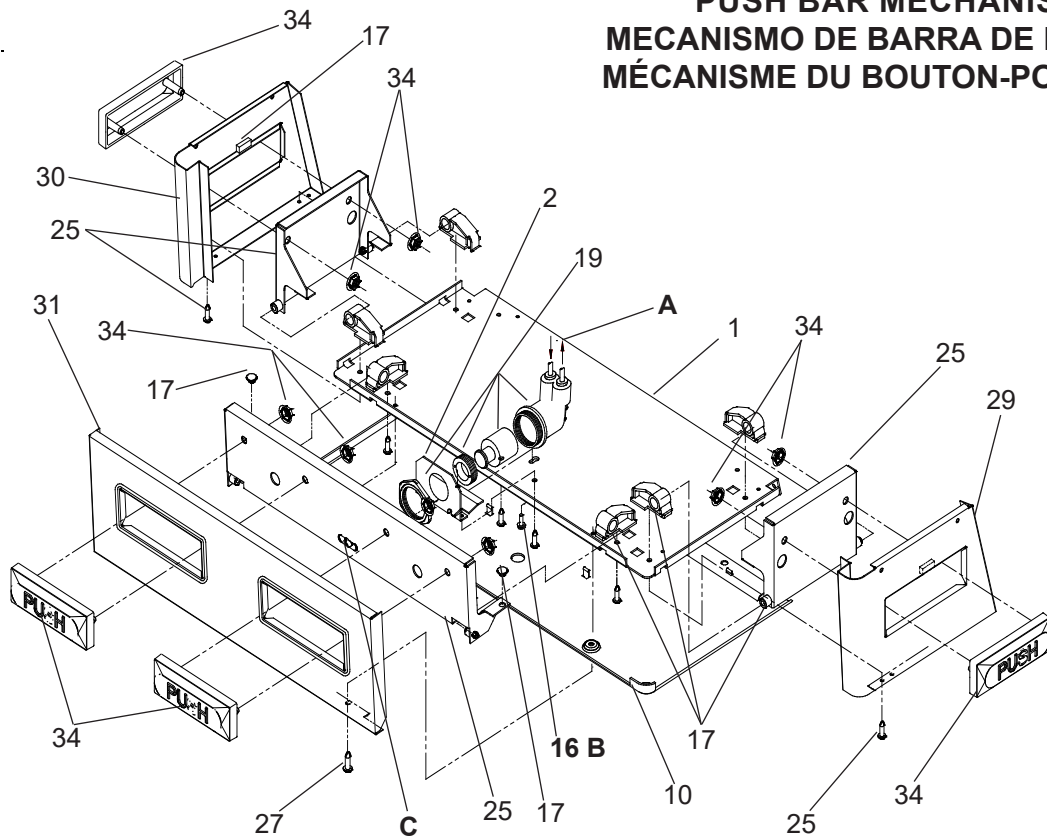

Fig. 4
- 8) Stream height is factory set for 45-50 PSI supply. If supply pressure varies greatly from this, adjust screw, accessible by removing front push panel (Item 31, Fig. 4). CW adjustment will raise stream and CCW adjustment will lower stream. For best adjustment, stream should hit basin approximately 6-1/2" (165mm) from bubbler.
- 9) Replace the front panel and secure by retightening four (4) screws.
- 8) Hauteur de flux est réglé en usine pour la fourniture de 45 à 50 lb/po². Si la pression varie beaucoup de ce point, ajustez la vis que l'on peut atteindre en retirant le panneau avant (article 31, fig. 4). Si vous ajustez dans le sens des aiguilles d'une montre, le jet augmentera et dans le sens contraire, le jet diminuera. Le meilleur ajustement est lorsque le jet frappe le bassin à environ 6-1/2" (165mm) du barboteur.
- 9) Remplacez le panneau avant et fixez le en place en resserrant les quatre (4) vis.